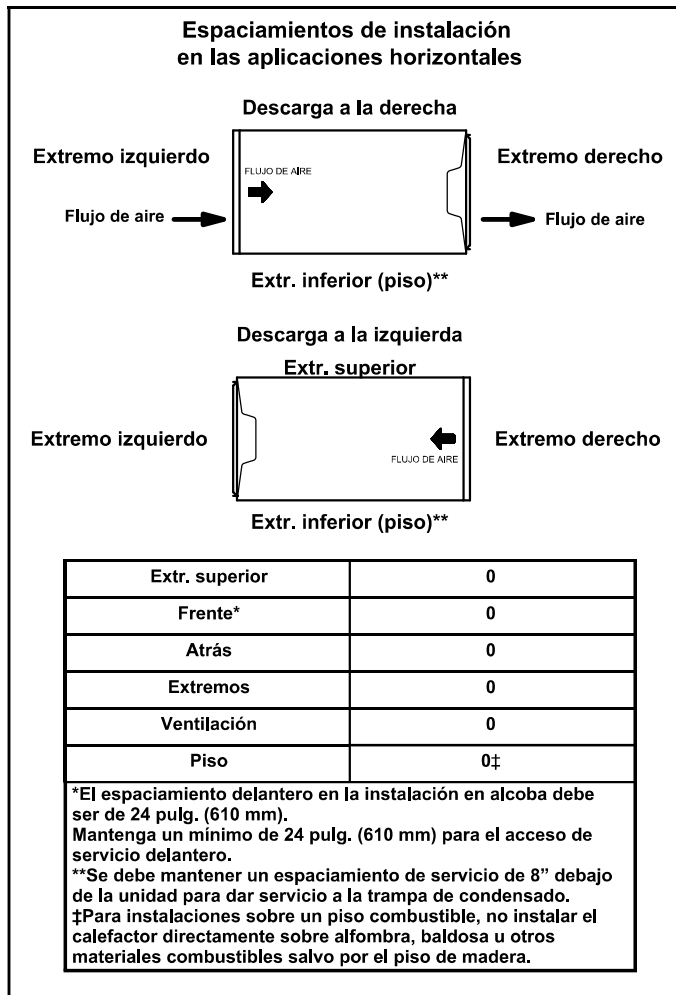

FIGURA 17
El calefactor ML296UHV se puede instalar en aplicaciones horizontales con descarga de aire a la derecha o a la izquierda. Consultar la Figura 17 con respecto a los espaciamientos en las aplicaciones horizontales.
- 1 - Seleccione la ubicación de la unidad teniendo en cuenta el espaciamiento de servicio y otros espaciamientos necesarios. Ver la Figura 17.